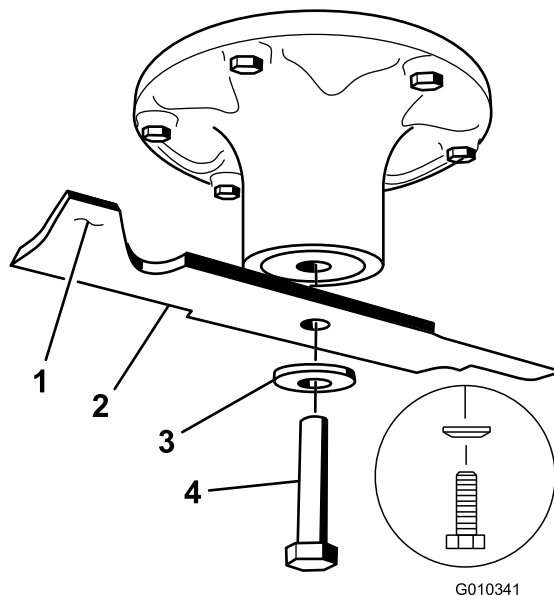

Figura 65
2. Togliete il bullone, la rondella curva e la lama dall'asse del fusello (Figura 65).
1. Montate la lama sull'asse del fusello (Figura 65).
2. Montate la rondella curva (lato concavo verso la lama) e il bullone della lama (Figura 65).